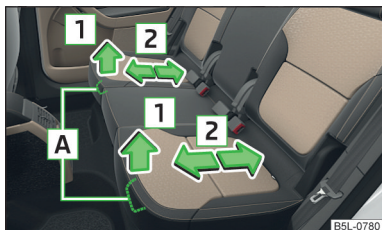

Fig. 67
► Tirer la manette **A** dans le sens de la flèche **1** et pousser le siège dans le sens de la flèche **2** jusqu'à obtenir la position souhaitée » fig. 67.